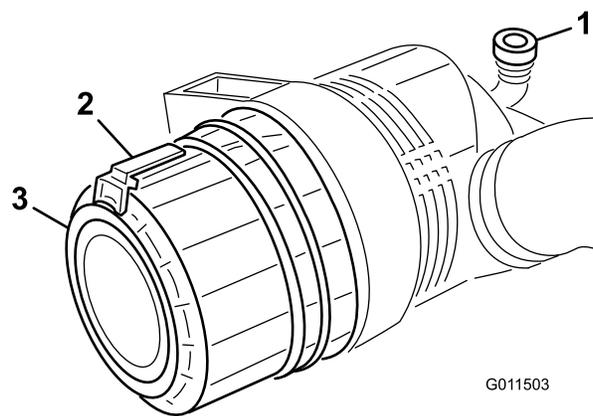

Рисунок 48
1. Оттяните защелку наружу и поверните крышку воздухоочистителя против часовой стрелки (Рисунок 48).
7. Установите крышку резиновым выпускным клапаном (Рисунок 48) вниз - примерно между 5:00 и 7:00 часами, если смотреть с торца. Зафиксируйте защелку.